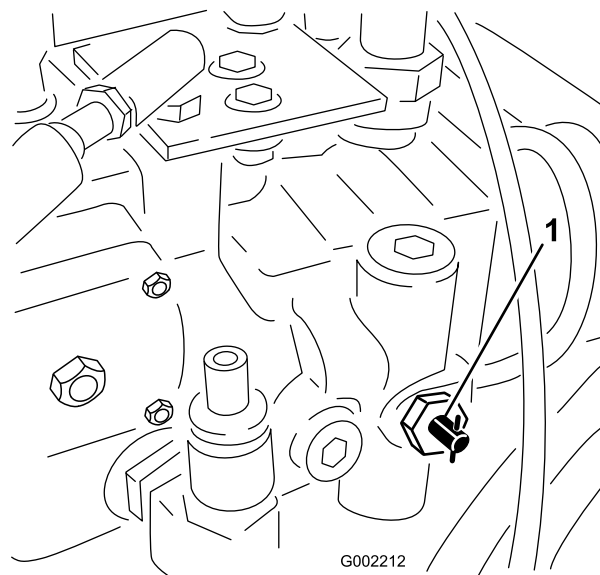

Figure 43
1. Tournez la vanne de remorquage (Figure 43) de 90° dans un sens ou dans l'autre pour l'ouvrir.